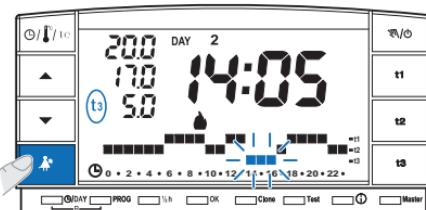

fig. 48
- Solo in funzionamento da programma (P 01 ÷ P 03), premendo il tasto "P" si avrà lo spegnimento dell'utenza allacciata per un periodo di 3 ore durante le quali il cronotermostato funzionerà in temperatura t3 Assenza. L'inserimento di tale funzione è visualizzato in t3 sulla scala delle 24h da tre digit lampeggianti in corrispondenza delle 3 ore, a partire da quella in corso (esempio in fig. 48).